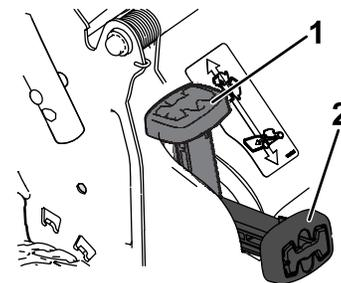

Figure 15
- **Pour ramasser les déchets d'herbe et de feuilles**, appuyez sur le bouton du levier de ramassage sur demande et déplacez le levier en avant jusqu'à ce que le bouton ressorte (Figure 15).
Remarque: Si le bac à herbe est monté sur la machine, enlevez-le avant de procéder à l'éjection arrière de l'herbe coupée ; voir Retrait du bac à herbe \(page 15\). Le levier de ramassage sur demande doit être en position RAMASSAGE comme montré à la Figure 15.